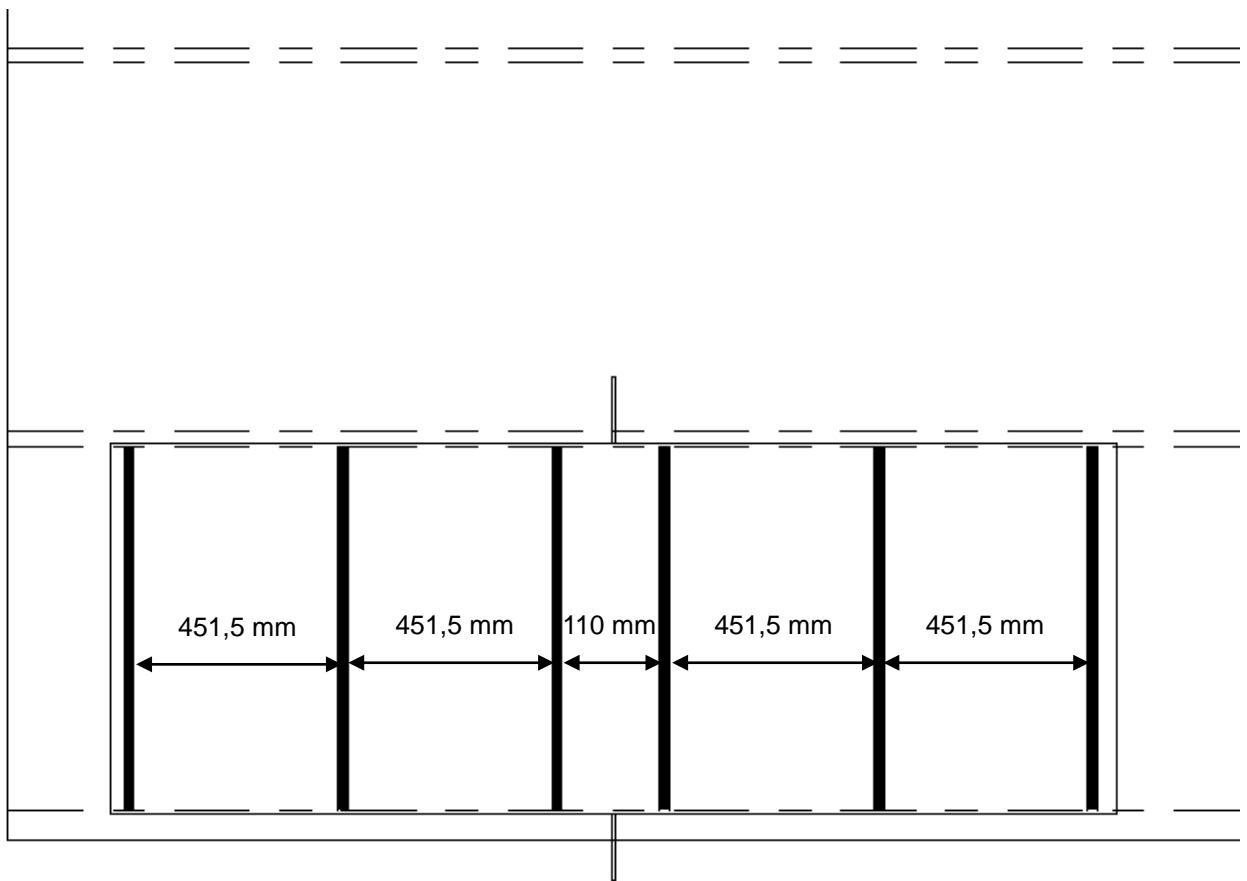

Figura 9
- ① Os produtos Galaxy Plus são apoiados no teto plano por tubos de suporte, usando adesivo estrutural que precisa atender aos requisitos de resistência do adesivo e passar por testes de confiabilidade. Os tubos de suporte são colados em ambos os lados, respectivamente na base do teto plano e na parte traseira do produto. O espaçamento é o seguinte (conforme mostrado na Figura 9):